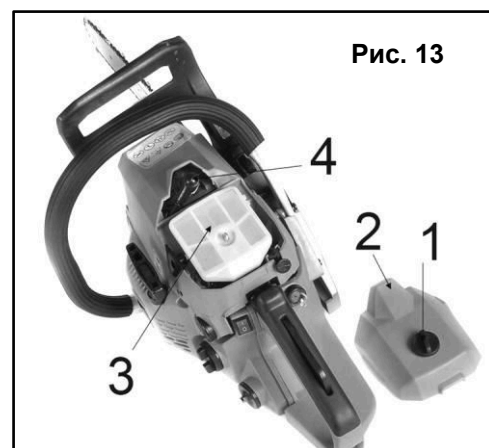

Рис. 13
- При подготовке бензопилы к эксплуатации в зимних условиях при температуре около  $-5^{\circ}\text{C}$ , нужно включить систему подогрева карбюратора, для чего нужно снять крышку воздушного фильтра (2) (См. Рис. 13).
- Отверните винт - фиксатор крышки воздушного фильтра (1)(См. Рис. 13).
- Снимите крышку воздушного фильтра (2)
**Обслуживание свечи зажигания (См. Рис. 13):**
- Снимите крышку воздушного фильтра (2).
- Снимите воздушный фильтр (3).
- Отсоедините высоковольтный провод от свечи зажигания (4), для этого его понадобится потянуть, и выкрутить.